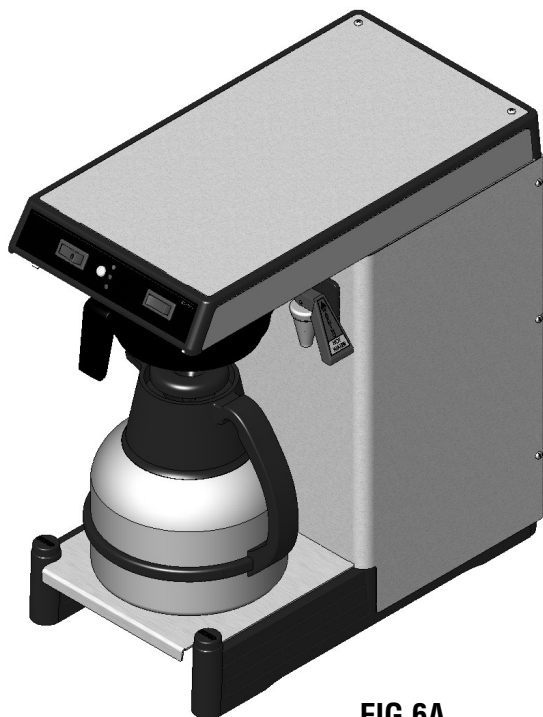

FIG 6A
1. Introduzca un embudo vacío en los rieles del embudo. (FIG. 6A)